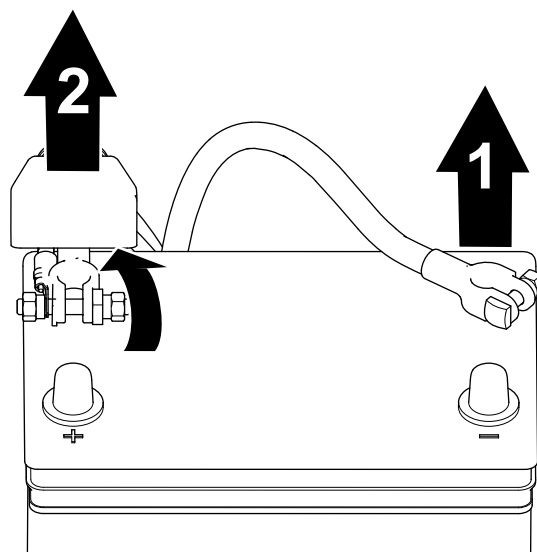

Figura 40
1. Retire el cable negativo del borne de la batería (Figura 40).
2. Eleve el aislante y retire el cable positivo de la batería del borne de la batería (Figura 40).